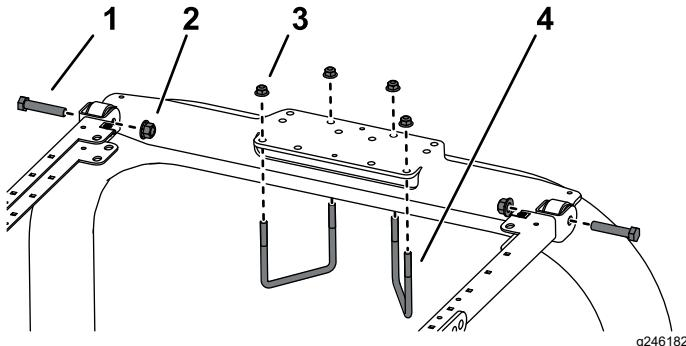

Figura 3
- Coloque el soporte de montaje del ROPS encima de la barra antivuelco de la unidad de tracción (Figura 3).
- Instale el conjunto del chasis en el soporte de montaje del ROPS (Figura 3).
- Usando los taladros de montaje indicados en la Figura 3, Monte el soporte de montaje del ROPS en la parte superior de la barra antivuelco